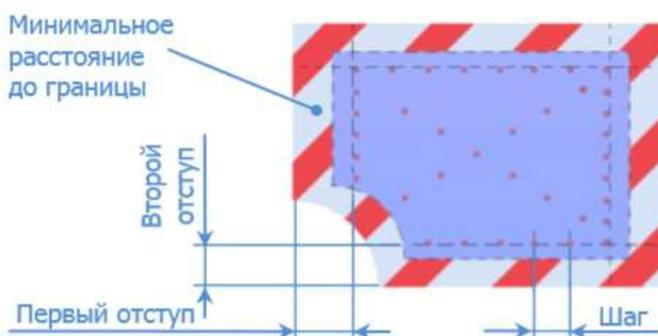

Рисунок 19 – Граничный метод
**Граничный метод на плоскости.** Позволяет расположить измеряемые точки в шести направлениях (на шести отрезках) (рисунок 19). Позволяет регулировать шаг, с которым расставляются точки на отрезках, а также учитывает отступы.